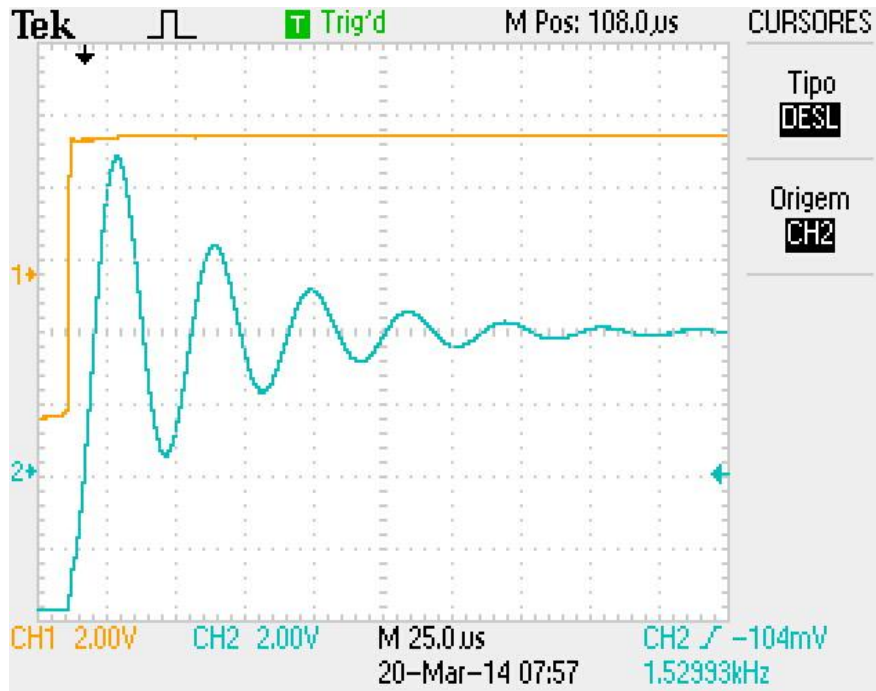

Figura 2.5: Imagem típica da tela do osciloscópio.
Além de exibir as formas de onda, a tela apresenta muitas informações sobre os sinais observados e sobre as configurações de controle do osciloscópio. Os osciloscópios utilizados neste curso possuem 2 canais de entrada, o que significa que até 2 sinais elétricos independentes podem ser visualizados ao mesmo tempo. Uma imagem típica observada na tela do osciloscópio está representada na figura 2.5.
- **botão de escala:** seleciona fatores de escala verticais e assim amplia ou atenua o sinal de entrada do canal, aumentando ou diminuindo o tamanho vertical da forma de onda. Ao girar o botão para a esquerda ou direita, veremos que o fundo de escala (o valor em Volts representado por cada divisão vertical da graticula) aumenta ou diminui gradativamente, até os valores máximo e mínimo possíveis. As escalas selecionadas para cada canal aparecem na parte inferior da tela do osciloscópio (figura 2.5).
- **botão de posição:** determina em que linha da tela do osciloscópio será desenhada a posição de 0 V da forma de onda de cada canal. Ao girar o botão para a direita ou esquerda a forma de onda é deslocada para cima ou para baixo, uma vez que a posição do *zero volts* é alterada. Cada canal possui um indicador na tela do osciloscópio mostrando a posição de seu 0 V (na lateral esquerda da tela, figura 2.5). Atenção, pois se você deslocar excessivamente a forma de onda ela pode sair da tela do osciloscópio.
- **botão de nível:** este é o botão que define o nível do “trigger”, isto é, o valor do sinal de “trigger” que uma vez atingido inicia a varredura. Este valor é mostrado no canto inferior direito da tela e é também indicado por uma seta na lateral direita (figura 2.5). Se utilizamos uma onda quadrada como sinal de “trigger”, o nível deve estar ajustado de maneira que fique contido entre os patamares superior e inferior da onda, como mostrado na figura 2.5. Caso o nível do “trigger” esteja ajustado acima do patamar superior ou abaixo do patamar inferior da onda quadrada, a aquisição ocorrerá de maneira automática (com as formas de onda rolando na tela) ou simplesmente não ocorrerá.
ii. Origem: define qual o sinal que será utilizado como “trigger”; será o canal 1 (“CH1”) ou o canal 2 (“CH2”). Mesmo quando este menu está desabilitado, o sinal utilizado como “trigger” é indicado no canto inferior direito da tela (figura 2.5).
quadrada, em 0 V. Ora, num período uma onda quadrada passa pelo zero 2 vezes, quando passa do patamar inferior para o superior e quando passa do superior para o inferior, o que resultaria num disparo do “trigger” a cada meio-período. O ajuste de inclinação define se o “trigger” ocorre quando o nível é atingido na *subida* ou na *descida*. A opção selecionada também é indicada no canto inferior direito da tela (figura 2.5).
tela (figura 2.5). O fundo de escala horizontal é também conhecido como base de tempo ou velocidade de varredura.
- **botão de posição:** este botão seleciona a posição horizontal a partir de onde a forma de onda será desenhada, ou seja, onde será o início da contagem do tempo. Tem funcionamento bastante intuitivo: quando girado para a direita a forma de onda é deslocada para direita, e quando girado para a esquerda a forma de onda é deslocada para a esquerda. A posição do "trigger" é indicada por uma pequena seta vertical no topo da tela e seu valor é mostrado também acima da tela (figura 2.5): um valor positivo indica que o "trigger" está à esquerda do centro da tela, enquanto um valor negativo indica que ele está à direita.